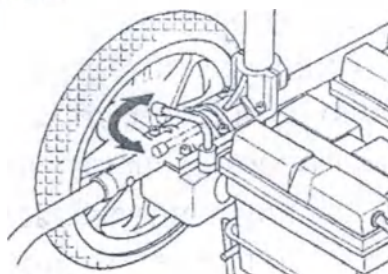

Рис.1.4
5.3.4 Отключение электропривода позволяет перемещать кресло сопровождающему лицу. Поверните рукоятку сцепления (Рис.1.4), при этом электроколяска снимается с тормоза. Теперь её можно передвигать с помощью помощника. Сопровождающее лицо может приводить кресло в движение и управлять им с помощью ручек управления, находящихся за спинкой кресла.
5.4.3 Спинки, сиденья изготовлены из прочной нейлоновой дышащей ткани. Спинка кресла складная по вертикальной оси. Для складывания спинки нажмите на флажки (поз.1,рис.1.3), расположенные на задней части спинки и потяните верхнюю часть спинки вниз. Для раскладывания спинки в рабочее положение потяните за ручки (поз.1, рис.1.4) спинки вверх до щелчка.